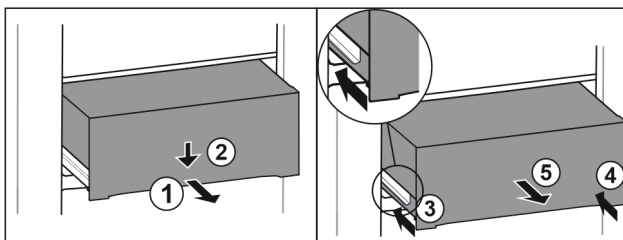

Fig. 111
- ▶ Estrarre il cassetto a metà. Fig. 111 (1)
- ▶ Premere il cassetto sul lato anteriore verso il basso. Fig. 111 (2)
- ▶ Spingere la guida sinistra di circa 2 cm verso l'interno. Fig. 111 (3)
- ▶ Spingere la guida destra di circa 2 cm verso l'interno. Fig. 111 (4)
- ▶ Rimuovere il cassetto tirandolo in avanti. Fig. 111 (5)